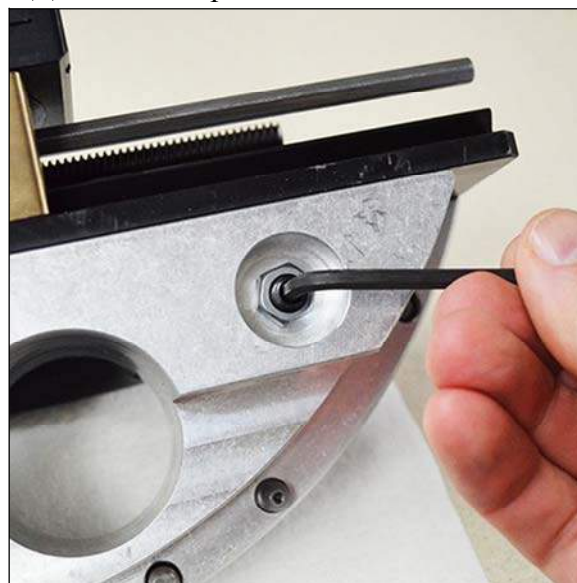

Рис. 3-31. Ослабление установочного винта для снятия штифта подвижного узла (ПОКАЗАНА МОДЕЛЬ FF1200)
2. Торцовым ключом 13 мм ослабьте утопленную контргайку установочного винта (см. рис. 3-31).